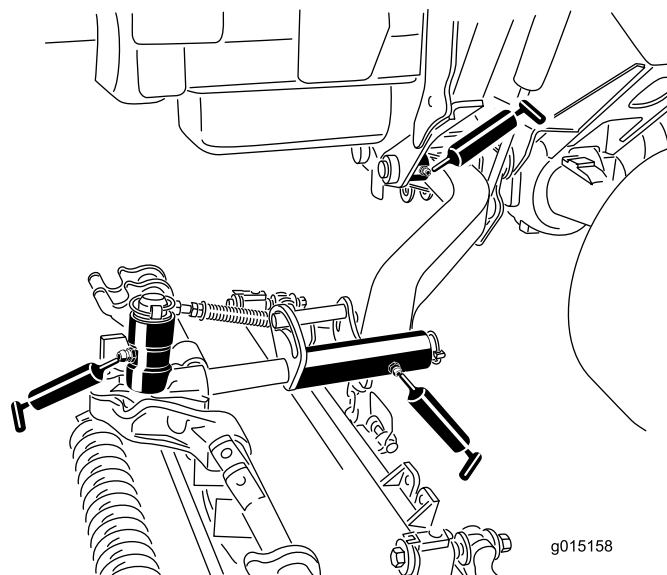

Figure 51
- Bâti porteur de plateau de coupe (2 par plateau) (Figure 51)
- Pivot de bras de relevage de plateau de coupe (1 par plateau) (Figure 51)
- Bagues de pivot de bras de relevage (1 par plateau) (Figure 51)